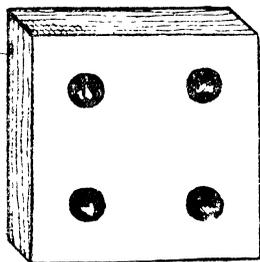

Рис. 9. Двойная (квадратная) планка с 4 дырочками.
- 2) двойные с двумя рядами дырочек (рис. 9, 10, 11);